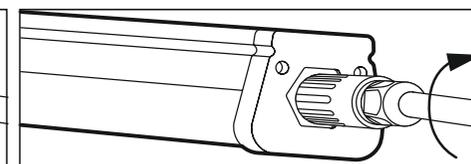

Рис. 4
- Соедините быстросъемный разъем и надежно закрутите его, чтобы добиться герметичности (рис. 4). **Внимание!** Не допускается эксплуатация приборов с неустановленными разъемами для быстрого подключения. Для обеспечения степени защиты прибора IP65 и защиты от поражения электрическим током, необходимо установить оба герметичных разъема, по одному с каждой стороны прибора, даже если к прибору подключен кабель только с одной из сторон. Разъемы необходимо надежно закрутить и проверить наличие герметизации в разъеме, которые не используются.